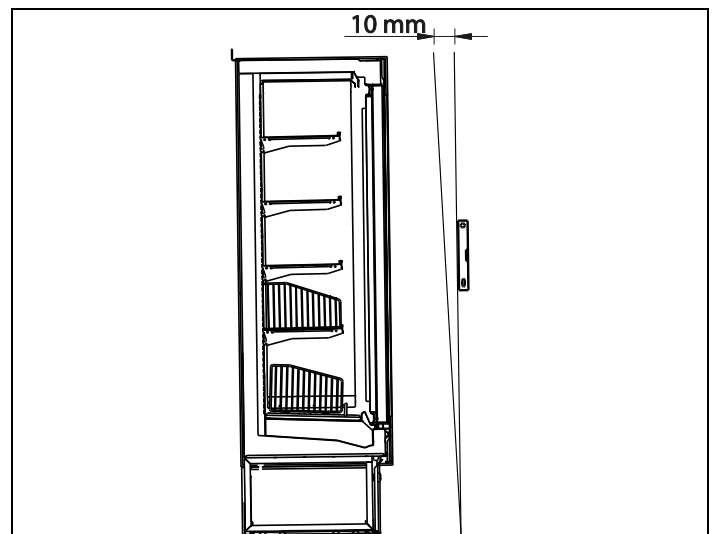

Fig. 5B
- Inclinare il mobile verso la parte posteriore (Fig. 5B)